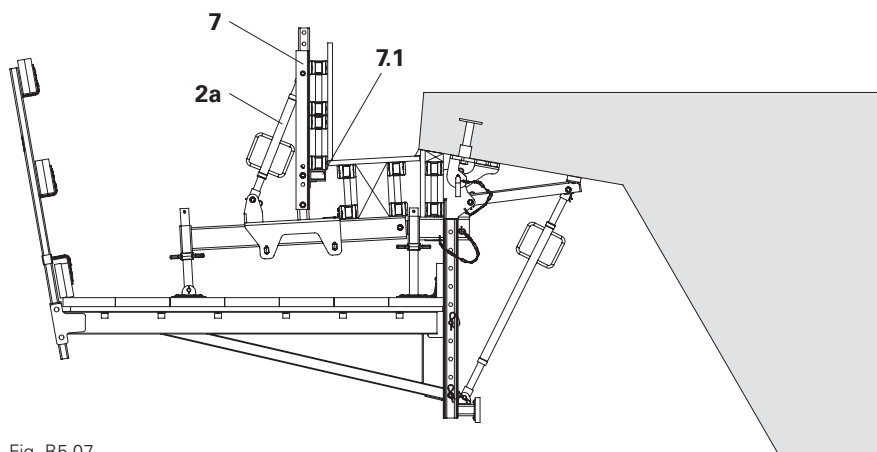

Fig. B5.07
2. Allineare il montante cassaforma VGK 70 (**7**) con il braccio regolabile AV 82 (**2a**). (Fig. B5.07)